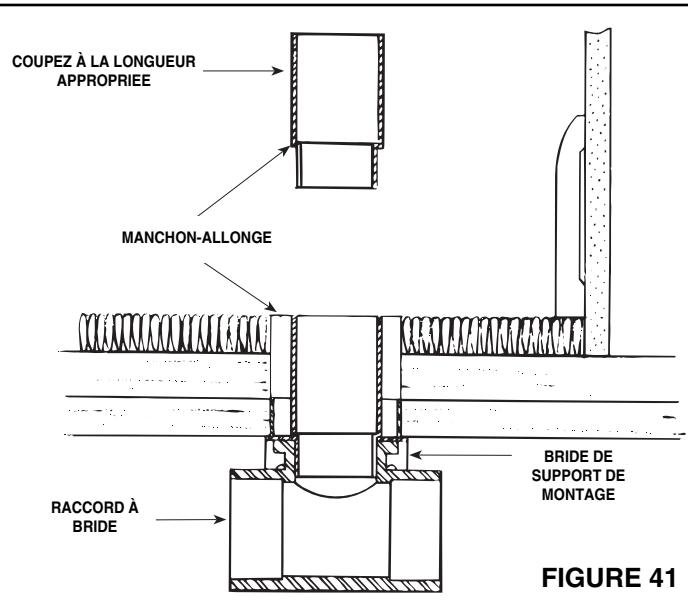

FIGURE 41
- Voyez la figure 41. Le grand bout du manchon-allonge modèle 399 devrait être découpé à la longueur désirée afin de permettre une assise propre de la prise contre le sol ou la moquette.